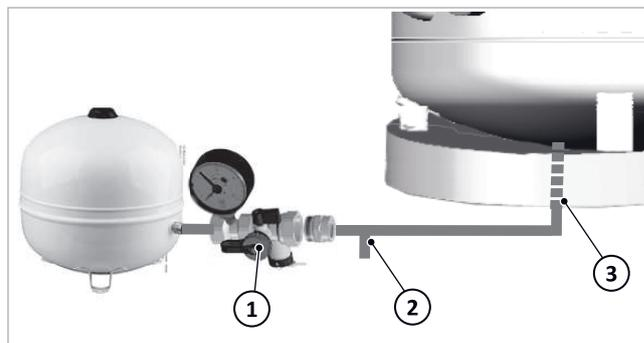

Abb. 12: Anschluss Solar-Rücklauf und Heizungs-Ausdehnungsgefäß
1. T-Stück (siehe → *Abb. 12 (2)*) zwischen Wellrohr (3) am Solar-Rücklauf und MAG-Anschlussgruppe (1) montieren.
2. Den freien Abgang des T-Stücks (2) mit der bauseitigen Verrohrung zum SolvisBruno verbinden.
1. T-Stück (siehe → Abb. 12 (2)) zwischen Wellrohr am Solar-Rücklauf und der MAG-Anschlussgruppe (1) montieren.